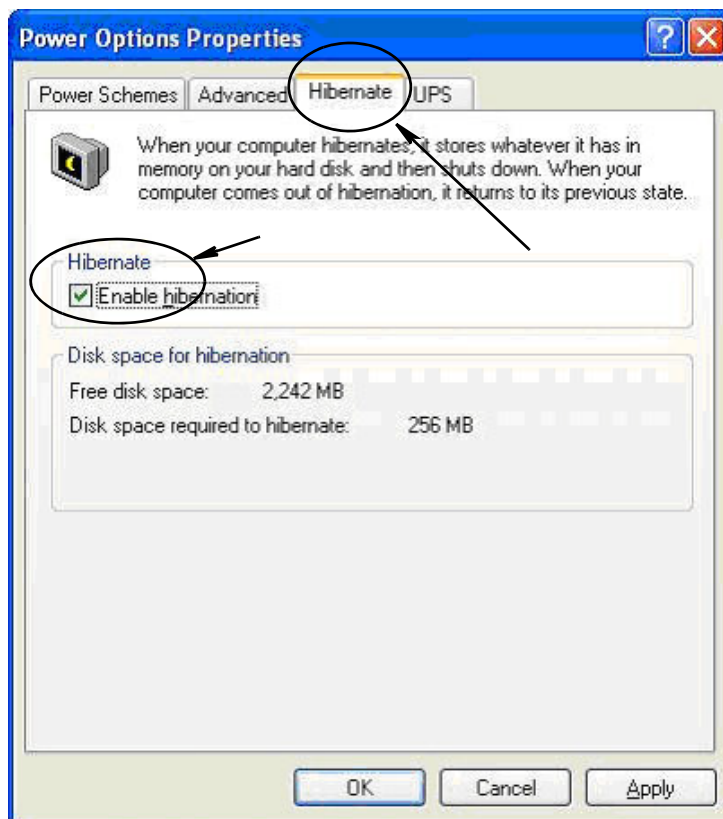

FIG. 15
3. Cliquez sur l'onglet "Hibernate" (Mise en veille prolongée). Désactivez la mise en veille prolongée en décochant la case "Enable Hibernation" (Activer la mise en veille prolongée). Cliquez sur "Apply" (Appliquer) puis sur "OK" pour fermer toutes les fenêtres (FIG. 15) et enregistrer les modifications.